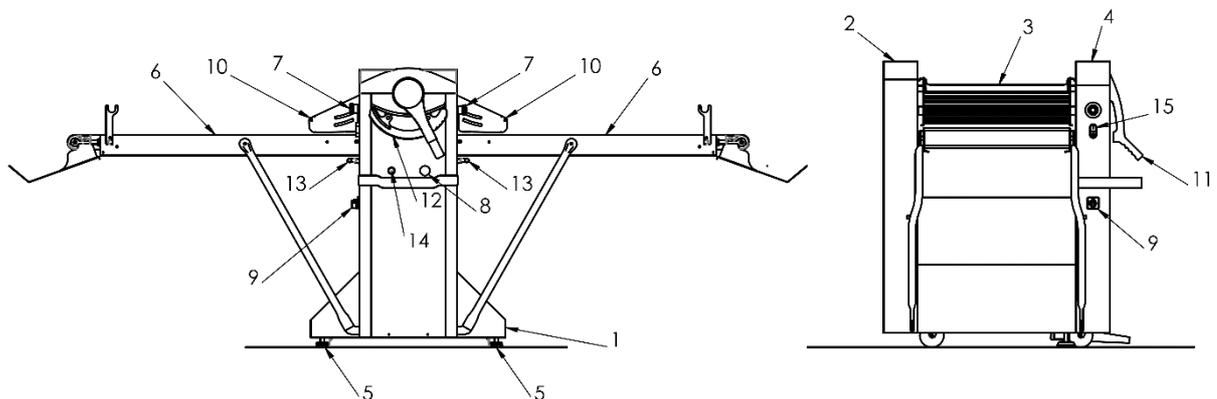

Figura 1 – Vista frontal e latera da laminadora
1. Acione a chave geral (Figura 1 – 9);
2. Verifique se os botões de emergência estão livres (Figura 1 – 7);
3. Verifique se as grades estão abaixadas (Figura 1 – 10);
4. Pressione o botão rearme (Figura 1 – 14);
5. Pressione o botão liga (Figura 1 – 15);
6. Ajuste a velocidade desejada no potenciômetro (Figura 1 – 8);
7. Opere o equipamento com a alavanca (Figura 1 – 14);
8. Após o uso desligue o equipamento no botão liga (Figura 1 – 15);
9. Em caso de risco de acidentes, pressione um dos botões de emergência (Figura 1 – 7).
ATENÇÃO: Quando levantadas as grades ou pressionado botão de emergência o equipamento para. Para retornar a operar destrave o equipamento girando o botão de emergência (Figura 1 – 7) no sentido indicado na seta impressa no mesmo e siga novamente a partir do 4º passo.
1º. Ligue a máquina pressionado o botão liga (Figura 1 – 15);
2º. Com a alavanca de regulagem (Figura 1 – 11) obtém-se uma espessura de laminação do produto variável, de 0 (zero) milímetros a 35 (trinta e cinco) milímetros. A espessura das lâminas expressa em milímetros pode ser identificada facilmente no visualizador de altura presente ao cárter de plástico anterior. Naturalmente, a laminação deverá ser realizada de forma gradativa, começando desde a espessura mais alta (35 mm) para chegar gradualmente à espessura desejada.
3º. Coloque a massa sobre a esteira (Figura 1 – 6).
4º. O movimento das esteiras transportadoras (da direita para esquerda ou vice-versa) é colocado em funcionamento por meio de uma alavanca situada na parte frontal da máquina (Figura 1 – 13). Para parar as esteiras posicione a alavanca na posição central.
5º. Uma vez terminado o penúltimo passo de laminação, deve-se preparar a máquina para poder enrolar a massa obtida ao redor do rolo. Colocar o rolo na mesa transportadora oposto à massa e na posição de bi tangente entre o suporte e a esteira. Situar a alavanca de regulagem (Figura 1 - 11) na espessura final desejada. Quando a massa chegue ao rolo, basta acompanhá-la $\frac{1}{2}$ volta ao redor do rolo; sucessivamente, por força de inércia, se enrolará automaticamente.